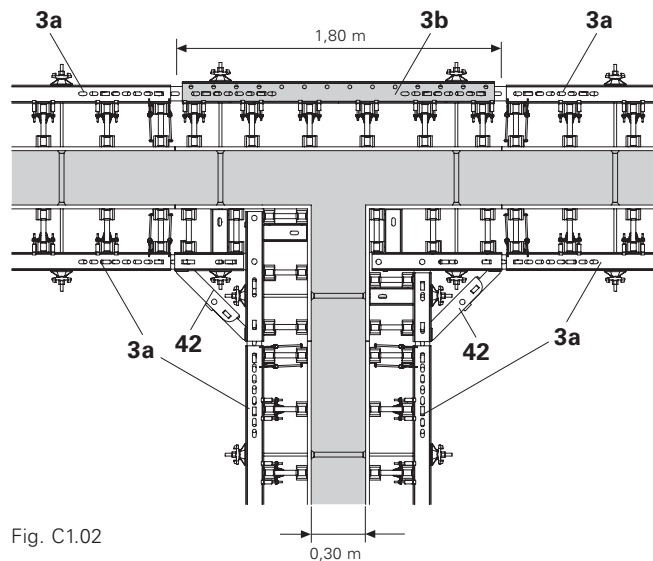

Fig. C1.02
Correia para cantos interiores IRZ (42) (Fig. C1.02)